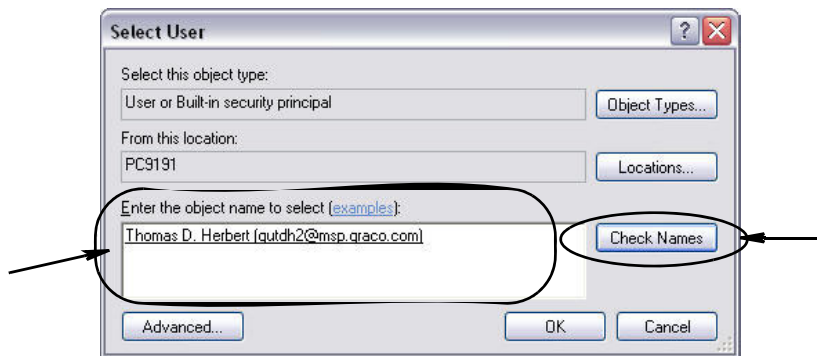

图 59
- h. 显示图 59 中所示的对话框。在“输入要选择的对象名称”字段中，输入您的用户名。然后单击“检查名称”按钮。